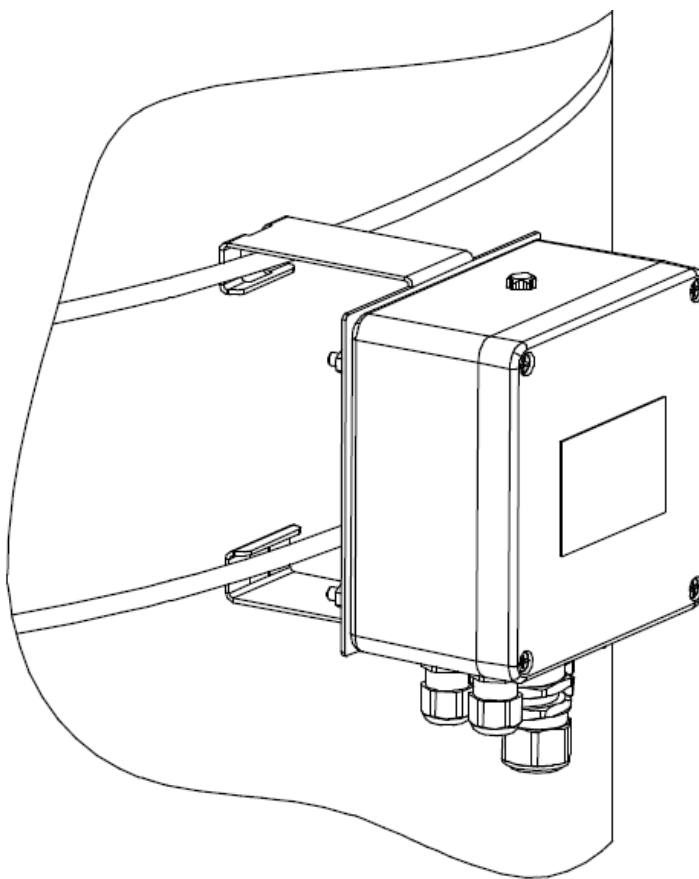

Рисунок 3 – Вариант установки термостата на вертикальном резервуаре
3.1.1 Крепление термостата без монтажной стойки (рис.3) выполняется на четыре винта к плоской поверхности (например, стене) или на специальный кронштейн (не входит в комплект поставки) в соответствии с проектом.